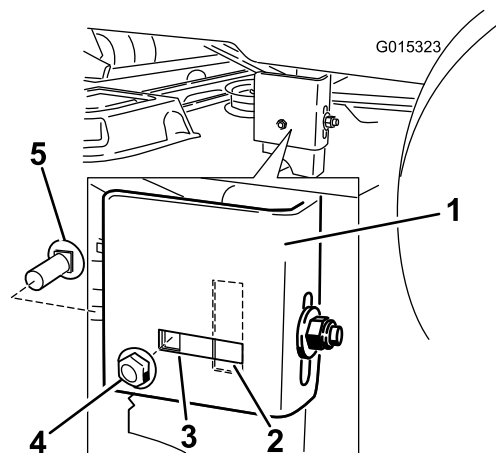

Figura 51
8. Si el perno de cuello cuadrado lateral está en la posición fija, retire el perno de cuello cuadrado lateral y la tuerca de bloqueo lateral de la posición fija, e instálelos en la posición de ajuste ranurada (Figura 51).